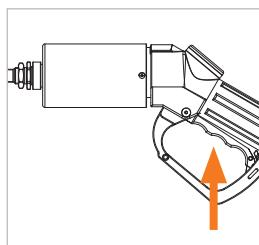

Abbildung 20
- ▶ Ziehen Sie den Betätigungshebel (Pos. 6) am Handgriff (Pos. 7) der Füllkupplung vollständig in die ON-Position hoch (Abbildung 20), bis dieser hörbar einrastet.